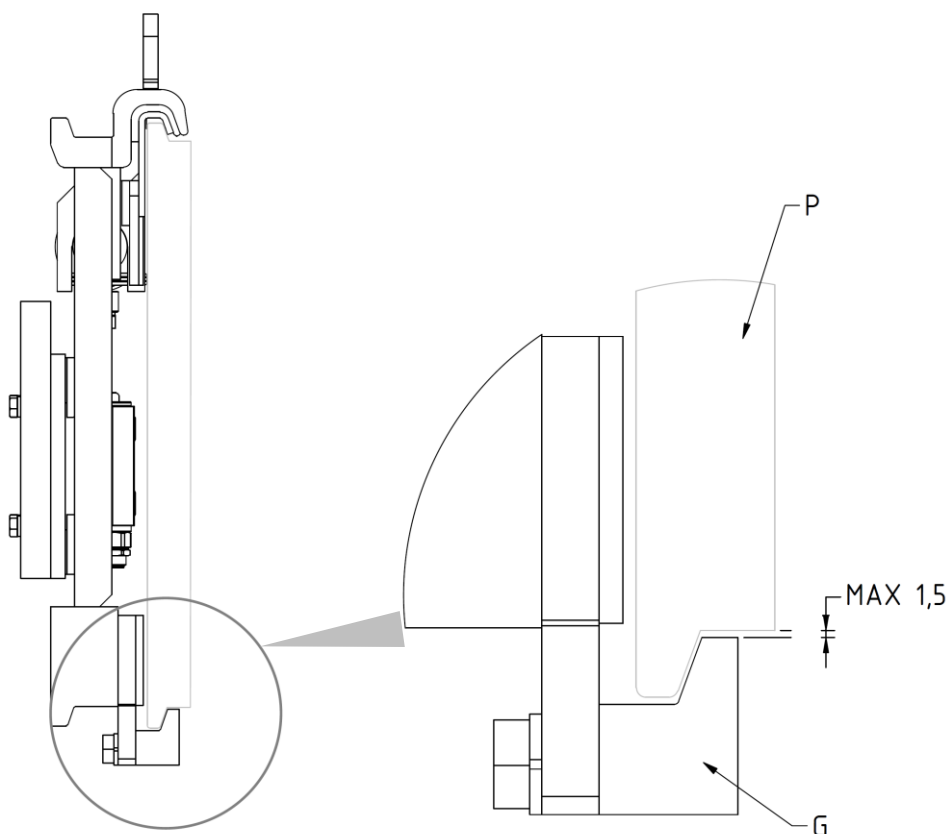

Abbildung 9
8. Schrauben Sie die 2 unteren Haken **G** wieder an, so dass sie unterhalb des Gabelträgers **P** befestigt werden (mit max. Spiel 1,5mm wie in der *Abbildung 9*); für das Anziehen bitte das in *Tabelle 4* angegebene Anzugsmoment beachten.